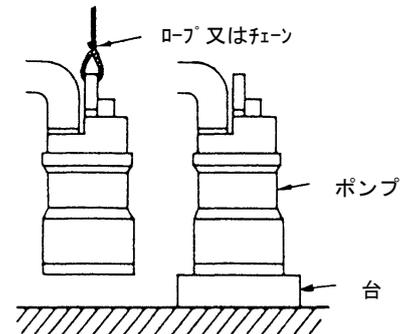

図 2
(1) 運搬ならびに据付時はケーブルを絶対に引っ張らないでください。取手又は、取手にロープを取りつけて行ってください。
(2) ポンプはなるべく立置でご使用ください。土砂の流入が多い場合や、ストレーナが埋没するような土砂の場合は、ポンプを強固なロープ又は、チェーンで吊るすか台の上にポンプを置いてください(図2)
(3) 土砂の多い場所で連続湧水運転を行いますと、ポンプが短期間に摩耗することがあります。水の集まりやすい場所を選んでお使いください。
(4) 配管及び据付時にポンプを壁などにぶついたり落とさないようにしてください。
(5) 配管末端は水中に入れないでください。ポンプを停止したとき逆流します。
(6) ケーブルは車のタイヤ等で踏まれないように設置してください。
(7) 排水槽はコンクリートのカス、紙、布、ビニール等が残らないよう十分清掃してください。